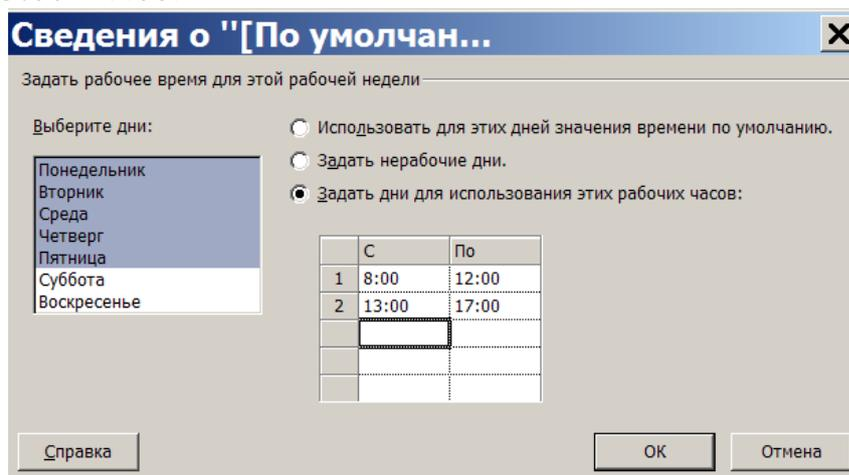

Рис.3.5. Окно сведений о рабочей неделе
- Вкладка *Рабочие недели*. Содержит список описаний видов используемых в проекте рабочих недель. Рабочая неделя задаёт рабочий график по дням недели (с понедельника по воскресенье). В проекте можно использовать рабочие недели разных видов: обычные (нормальный график), «штурмовые» для экстренных случаев (все дни недели являются рабочими, рабочий день длится 10 часов), «облегчённые» (рабочий день длится до обеда) и т.д. В системе predefined не удаляемый вид *По умолчанию*, срок действия которого неограничен. Он используется для описания нормального рабочего графика, принятого в организации. Все остальные описания рабочих недель уточняют этот график в заданный период времени и не должны пересекаться между собой. Описание рабочей недели состоит из названия, дат начала и окончания её действия, а также графиком работы, который задаётся в окне сведений, открываемом кнопкой *Подробности*. Это окно изображено на рис.3.5. Список *Выберите дни* используется для выбора дней, для которых требуется изменить график работы. Щелчок мыши с удерживанием нажатой клавиши *Ctrl* позволяет выделить сразу несколько дней. Переключатель *Использовать для этих дней значения времени по умолчанию* задаёт для выбранных дней стандартный график (9:00–13:00 и 14:00–18:00). Чтобы сделать день недели нерабочим, нужно установить переключатель *Задать нерабочие дни*. Для использования нестандартного графика предназначен переключатель *Задать дни для использования этих рабочих часов*, при использовании которого следует заполнить таблицу промежутков рабочего времени. Так на рис.3.5 для всей недели с
- Кнопка *Параметры*. Открывает окно параметров календаря, которые используются системой в процессе планирования. Это окно изображено на рис. 3.6. Его также можно открыть из меню: *Сервис/Параметры* вкладка *Календарь*. Установки этого окна не изменяются автоматически при изменении параметров рабочей недели *По умолчанию* и должны изменяться пользователем самостоятельно. Так, при использовании графика работы согласно рис.3.5 следует соответственно изменить *Время начала по умолчанию* на 8:00, а *Время окончания по умолчанию* на 17:00. Назначение полей этого окна кратко описано в табл.3.1.